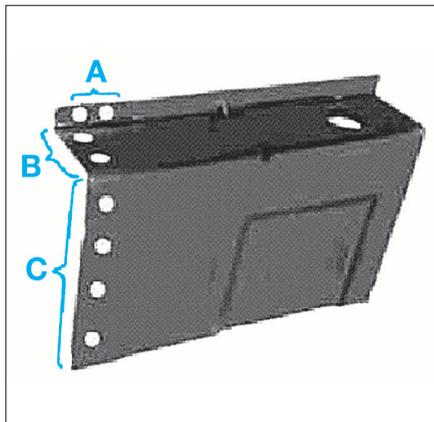

FIG. 2
- Percer des trous sur la tôle de fermeture du longeron neuf Ø7mm dans les zones (A), (B) et (C) (Fig.2).